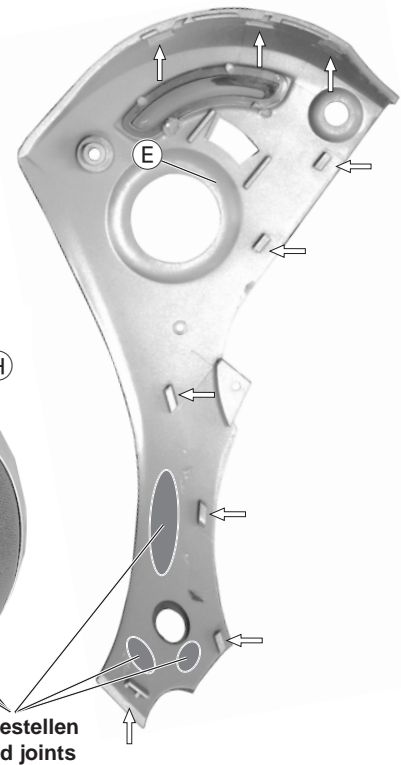

Fig. 2
Die Abdeckung wird durch Rastnasen gehalten und ist **zusätzlich** an den **markierten Stellen verklebt**. Öffnen Sie die Cassettenfachklappe und hebeln Sie die Blende an der Stelle (J) beginnend in Pfeilrichtung **vorsichtig** auf. Wenden Sie zuviel Kraft auf, können Rastnasen oder die Blende brechen! In Fig. 2 sehen Sie die Anordnung der Rastnasen.
The cover is fixed by catches and **additionally glued** at the **marked** positions. Open the cassette door and **carefully** level off the cover at point (J) in the direction of the arrow. **Be careful** not to break the cover or the catches. The catches are shown in (Fig. 2).